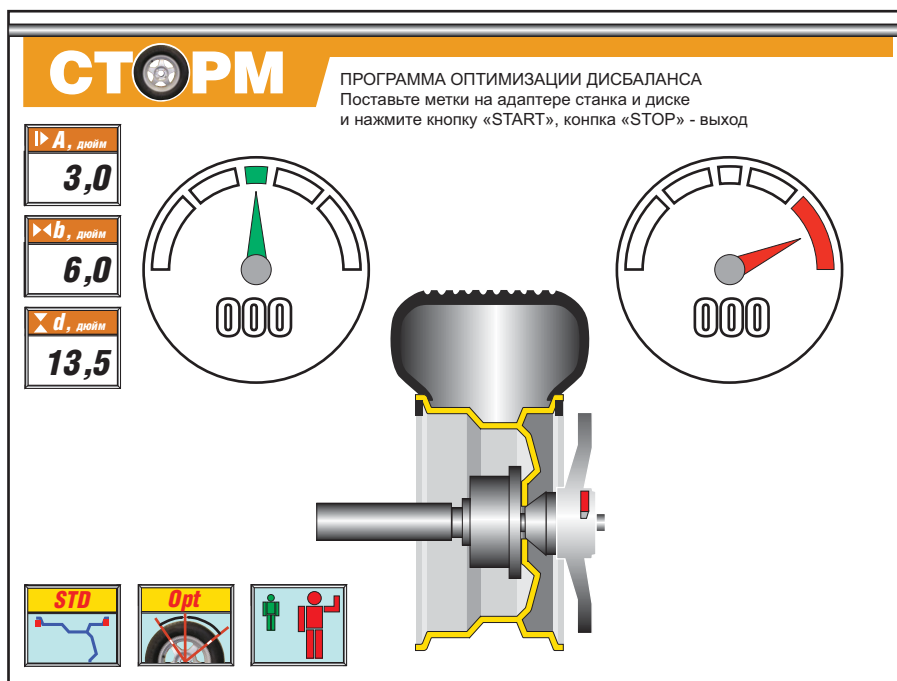

рис. 15.1
15.2. Для входа в программу Opt нажмите кнопку РЕЖ два раза, после чего на экране монитора появится картинка (рис. 15.1).